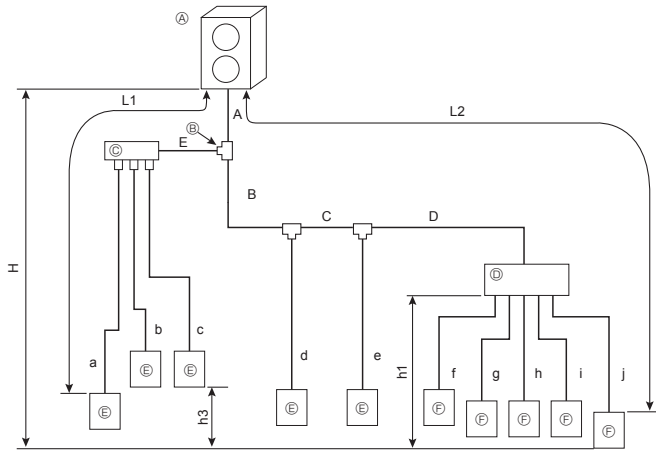

Fig. 4-5 (a)
4.3.3. Змішана система (внутрішні блоки City Multi та внутрішні блоки серії M, S, P через розгалужувальну коробку) (Fig. 4-5)